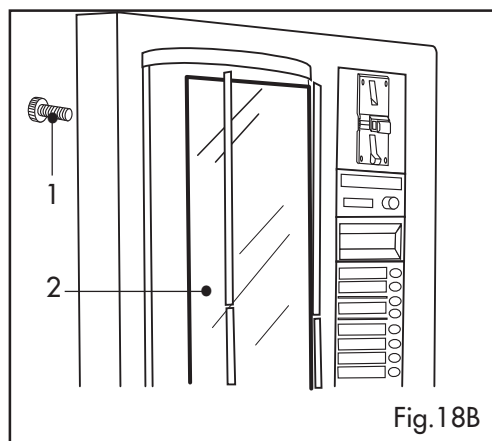

Fig.18B
Scheur de plaatjes met de diverse dranken langs de stippellijn af. Plak de prijsstickers op de plaatjes. Breng de plaatjes op de daarvoor bestemde plaats aan. Breng de aanwijzingen voor het gebruik van het apparaat aan de onderkant van de reclame-afbeelding aan. Om dit te kunnen doen moet u de knoppen van de omlijsting ref. 1 (fig. 18B) verwijderen en het doorzichtige paneel ref. 2 (fig. 18B) omhoog doen.